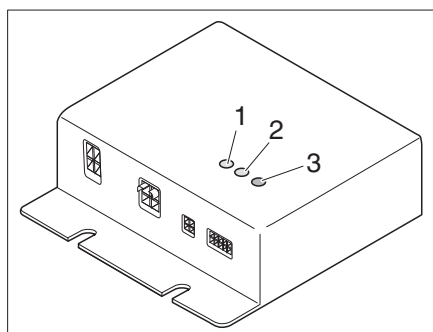

Fig. 332 Apparato di regolazione
L'apparecchio di regolazione (Fig. 332) è integrato nell'armadio guardaroba. Le spie di controllo sull'apparecchio di regolazione hanno il seguente significato:
- LED di controllo (Fig. 332,1) CR1 acceso in verde: il circuito di riscaldamento 1 è in funzione
- LED di controllo (Fig. 332,2) CR2 acceso in verde: il circuito di riscaldamento 2 è in funzione
- LED di segnalazione errori (Fig. 332,3)